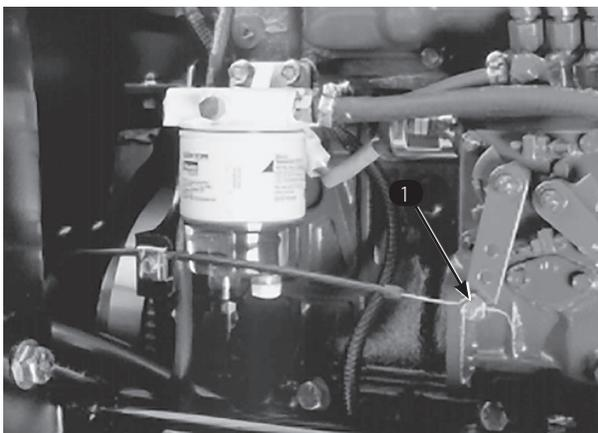

図 49
2. 噴射ポンプのレバー・アーム (図49) の部分にあるスロットル・ケーブルのコネクタをゆるめる。